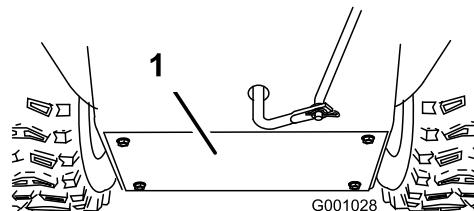

Рисунок 52
- Снимите заднюю крышку (Рисунок 52).